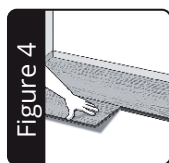

Figure 4
5. Starten Sie die zweite Reihe mit einem Panel das Sie nach Belieben für das gewünschte Verlegungsmuster zurechtschneiden (gekürzte Paneele sollten nicht kürzer als 20 cm sein). Siehe Abbildung 4. Messen Sie die gewünschte Länge des Paneels ab und mar-
5. Start the second row with a plank cut to desired length for desired staggered appearance (cut plank should be no less than 20 cm). See Figure 4. Measure the plank for desired length and mark with a pencil. Then score with a utility knife on top of the plank first (several passes) and then snap the plank. You will also need to back cut the under-pad on the bottom of the plank.